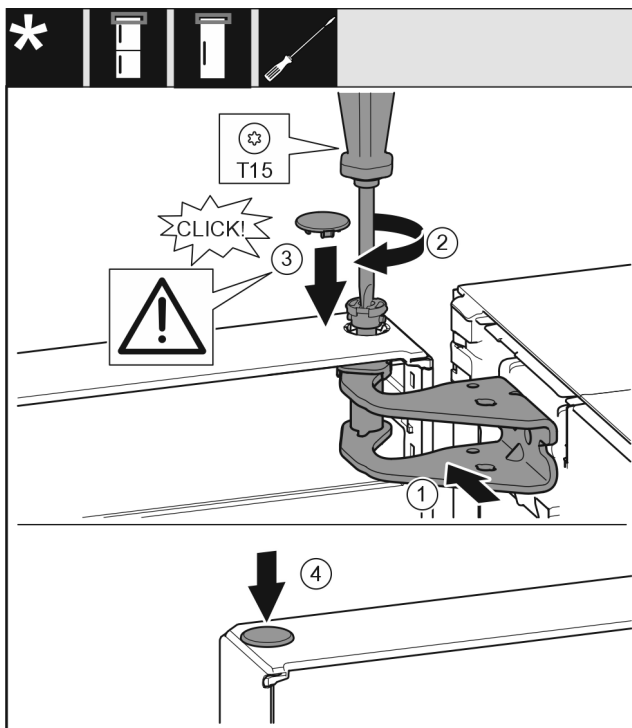

Fig. 21
- ▶ Dvere hore vyrovnajte s otvorom v ložiskovej konzole. Fig. 21 (1)
- ▶ Vložte čap a pevne ho priskrutkujte skrutkovačom T15. Fig. 21 (2)
- ▶ Namontujte poistný kryt pre poistku dverí: nasadíte poistný kryt a skontrolujte, či prilieha ku dverám. Inak čap vložte úplne. Fig. 21 (3)
- ▶ Nasadíte zátku. Fig. 21 (4)